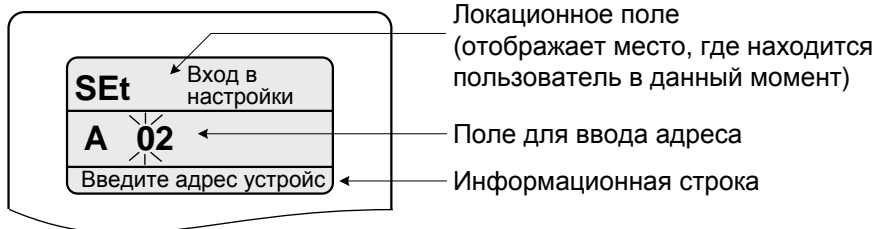

Рисунок 14
3.7.4.1 Вход в меню настройки осуществляется из режима просмотра параметров одновременным нажатием на обе кнопки. При этом на табло отобразится надпись «SEt» (настройка) и запрос адреса устройства (рисунок 14).